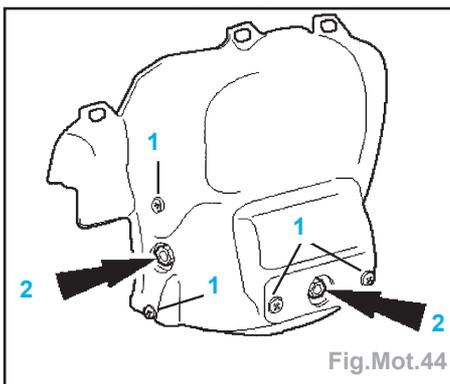

Fig.Mot.44
- tourner le résonateur (1),
- pousser le résonateur pour le déposer (2).
Attention : ne pas déposer les deux vis (1) de chaque côté des découpes circulaires. Le non-respect de ces consignes peut entraîner l'endommagement du bouclier thermique (Fig.Mot.44).